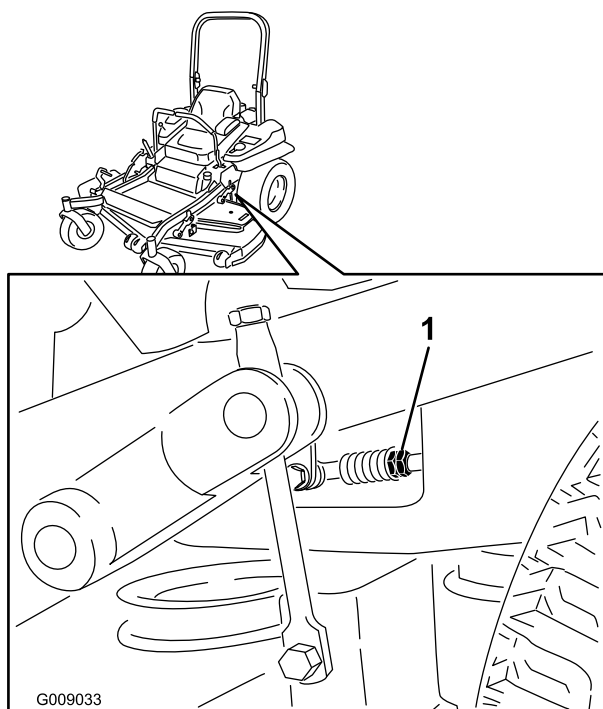

Figura 85
9. Ajuste la longitud de las varillas de control de las bombas girando las tuercas dobles de la varilla en el sentido apropiado, hasta que las ruedas se muevan ligeramente en marcha atrás (Figura 85).